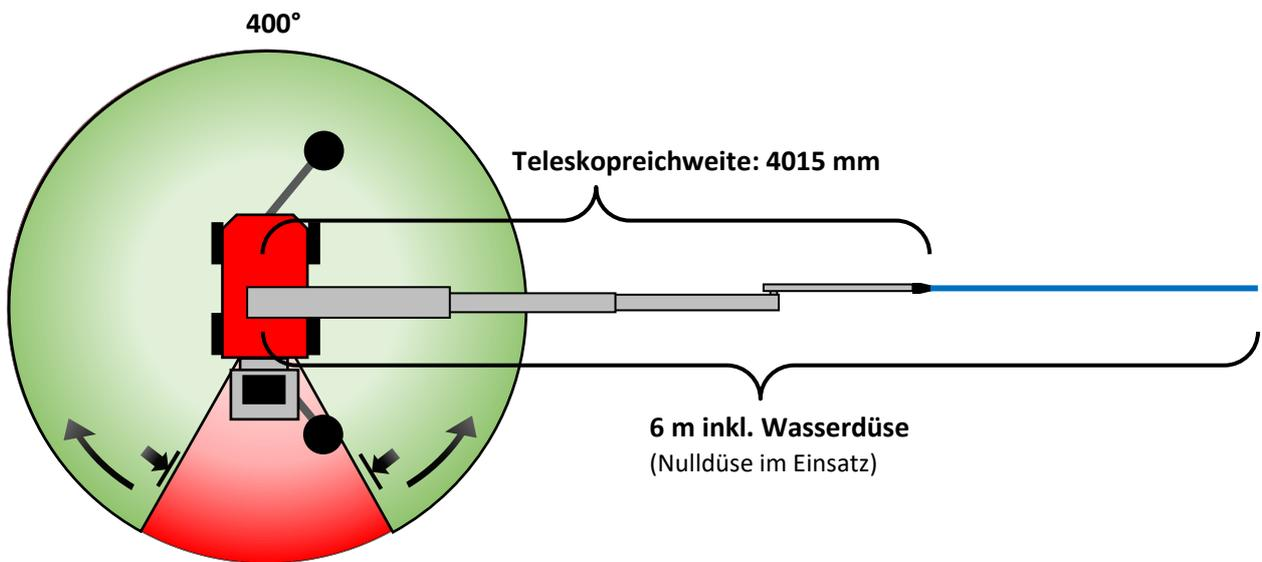

Abbildung 3, Armreichweite und sichere Turmarbeitsreichweite
- Während der Reinigung im in Abbildung 3 markierten Bereich hinter dem Roboter besteht die Gefahr des Umkippens, in Abhängigkeit vom Boden und der Position des Auslegers, des Teleskops und des Arms. Wenn in diesem Bereich gearbeitet wird, wird empfohlen, dass das Teleskop so weit wie nur möglich eingefahren ist.